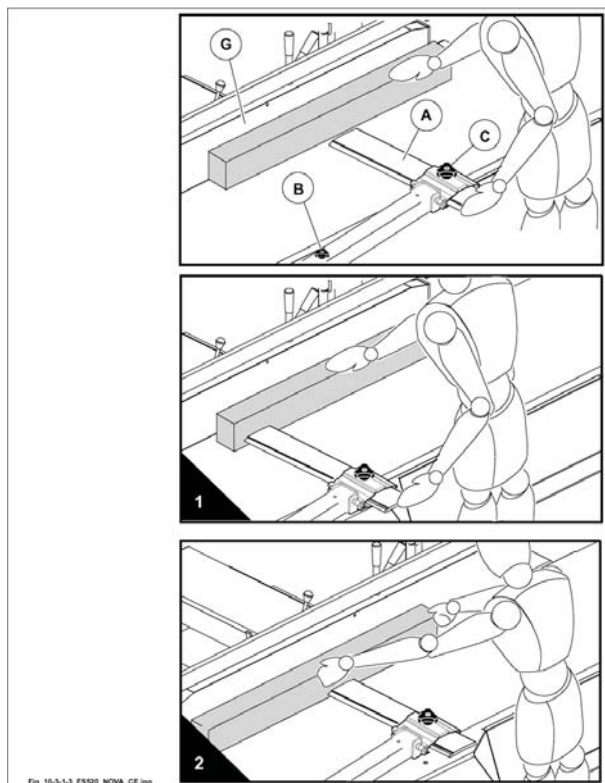

Fig. 10.3-1-3
- 2 - Premere la protezione in appoggio sul piano di uscita (1 fig. 10.3-1-3).
Far avanzare il pezzo lungo la guida, con moto regolare, tenendo le mani piatte sul pezzo (2 fig. 10.3-1-3).